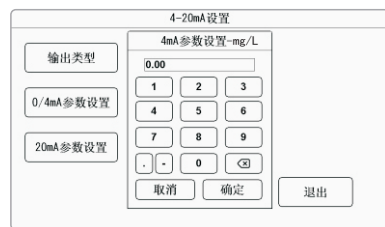

图2-40
- ◆ 0-4mA参数设置：点击0-4mA参数设置弹出如图2-40所示界面，可修改参数值，选定后按【确定】键确认。